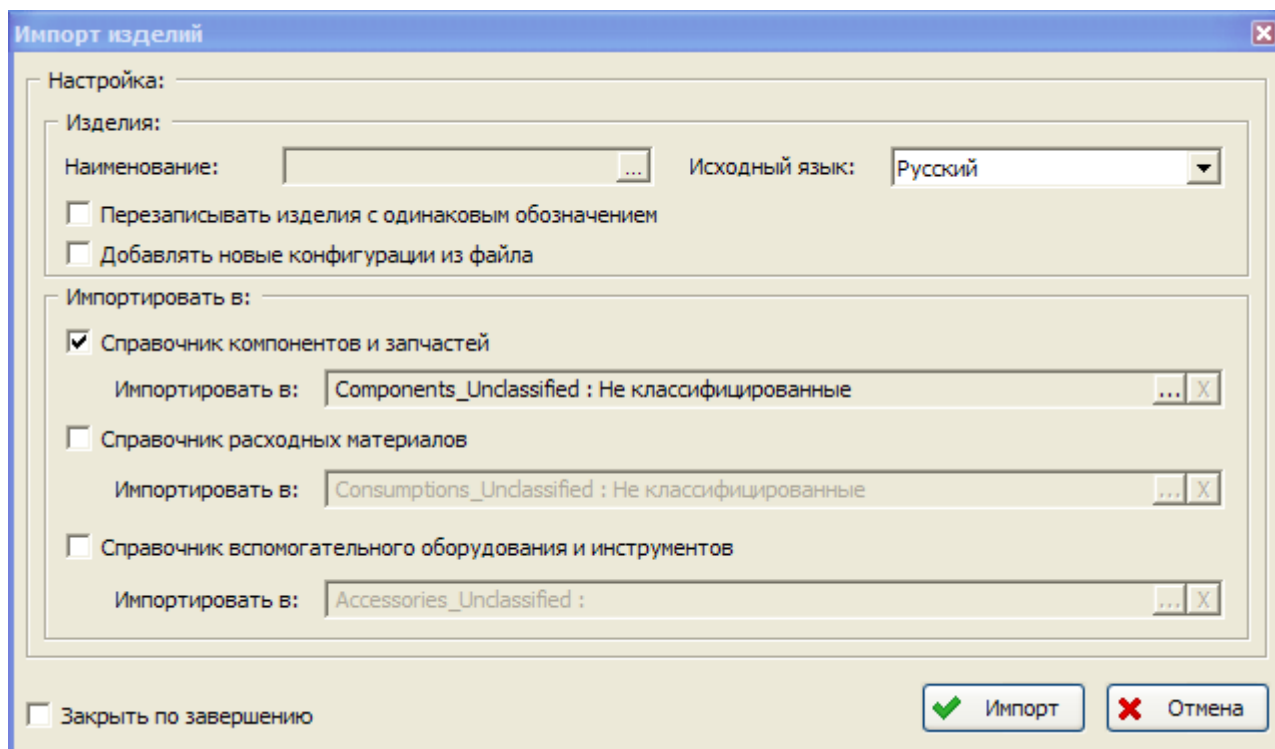

Рис. 4-52
2. В появившемся окне **Импорт изделий** настройте параметры импорта (рис. 4-52).